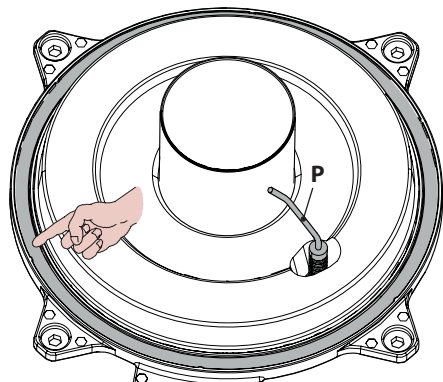

Figura 9.15
- La guarnizione in silicone della parete frontale della camera di combustione Figura 9.15 deve essere cambiata se deteriorata.
- L'elettrodo di accensione/rivelazione **P** in Figura 9.15 funge anche da sensore per il corretto scarico della condensa.